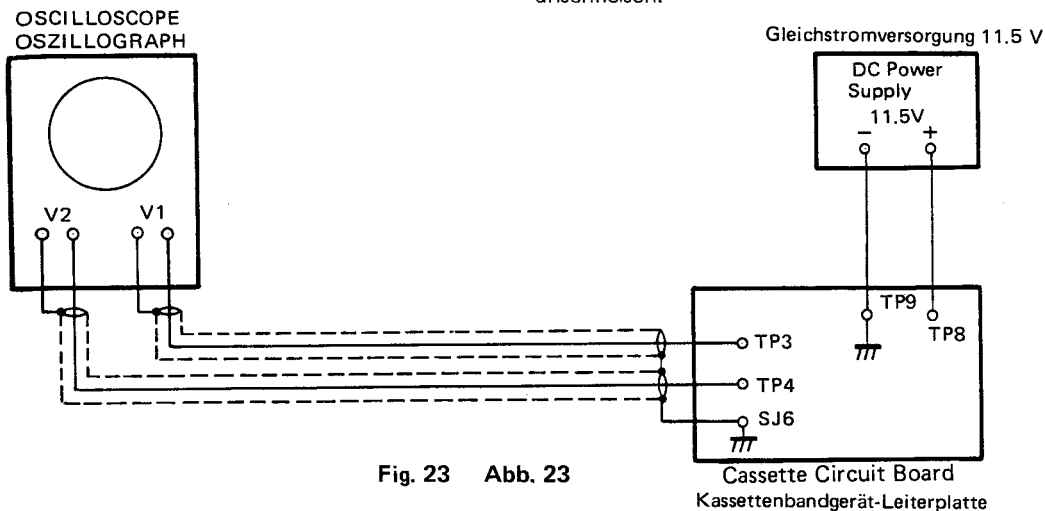

Fig. 23 Abb. 23
1. Set up Oscilloscope and DC power supply as shown in Fig. 23.
1. Oszillograph und Gleichstromversorgung gemäß Abb. 23 anschließen.